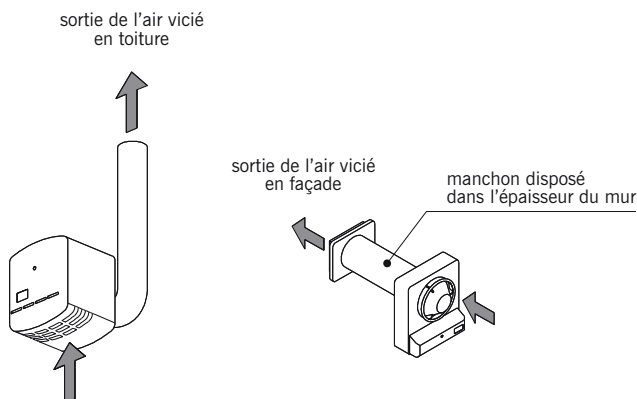

fig. 18.13
■ **L'aérateur** (fig. 18.13) : dispositif indépendant d'extraction de l'air vicié composé d'un boîtier contenant le ventilateur et d'une sortie en façade ou en toiture. La mise en place d'aérateurs dans les pièces de service nécessite l'installation d'entrées d'air dans les pièces principales. L'aérateur peut être commandé à partir d'un détecteur de présence infra-rouge. Il peut être aussi relié à l'éclairage de la pièce où il est installé avec un dispositif de temporisation qui prolonge le fonctionnement de l'extraction après extinction de la lumière. Certains modèles sont équipés d'un hygrostat qui ajuste le débit en fonction du taux d'humidité de l'air ambiant.